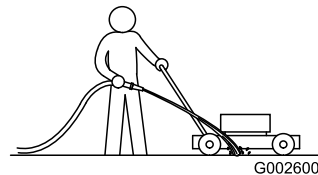

Figure 19
3. Mettez le moteur en marche et engagez la lame, puis dirigez un jet d'eau devant la roue arrière droite (Figure 19).